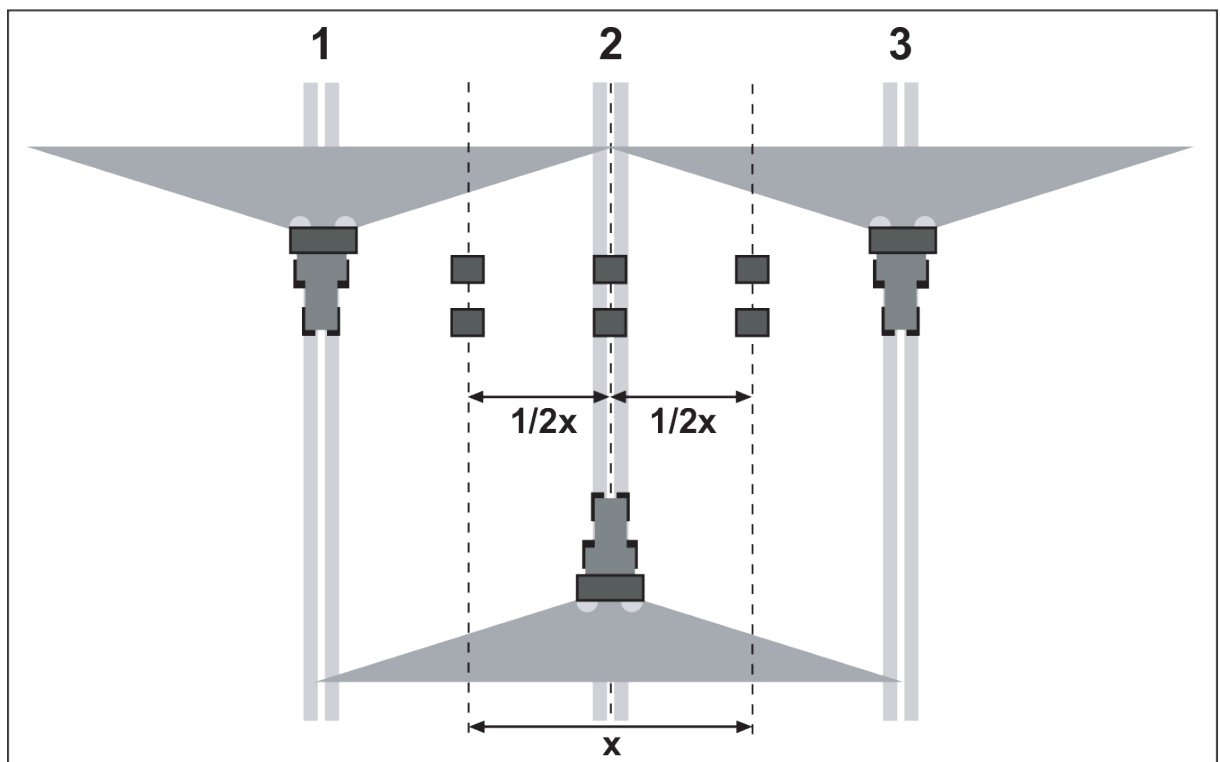

Abb. 54: Aufstellung für drei Überfahrten
- ▶ Je zwei Auffangschalen im Abstand von **1 m** hintereinander in den Überlappungszonen (zwischen den Fahrgassen) und in der mittleren Fahrspur aufstellen (entsprechend Abb. 54)